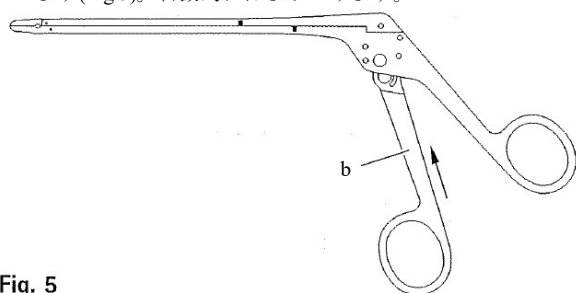

Fig. 5
- 3) インナーハンドル(b)を矢印方向へいっぱいまで引き上げます(Fig.5)。自動的にはまりこみます。